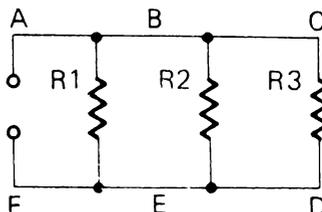

Figura 2
15. Riferitevi alla Figura 2. $R_1 = 2 \text{ K}\Omega$, $R_2 = 3 \text{ K}\Omega$, $R_3 = 4 \text{ K}\Omega$.